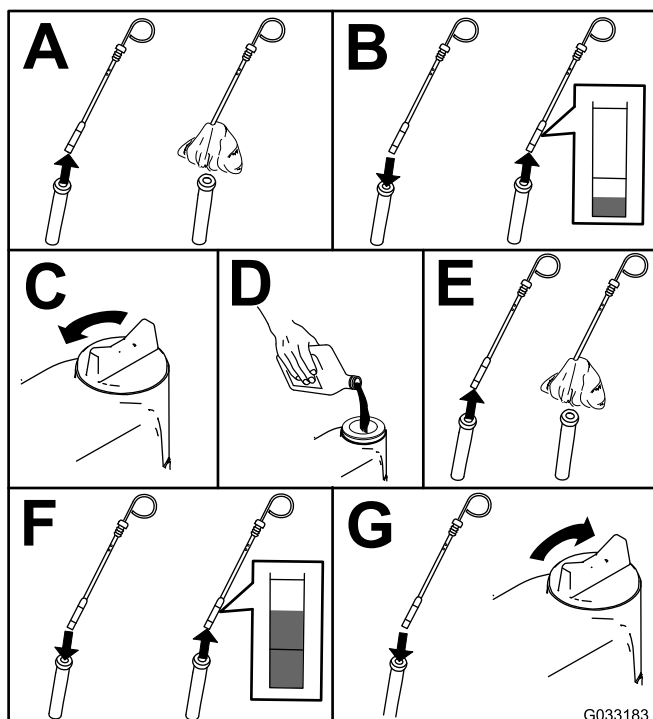

Figura 49
2. Verifique o nível de óleo do motor (Figura 49).